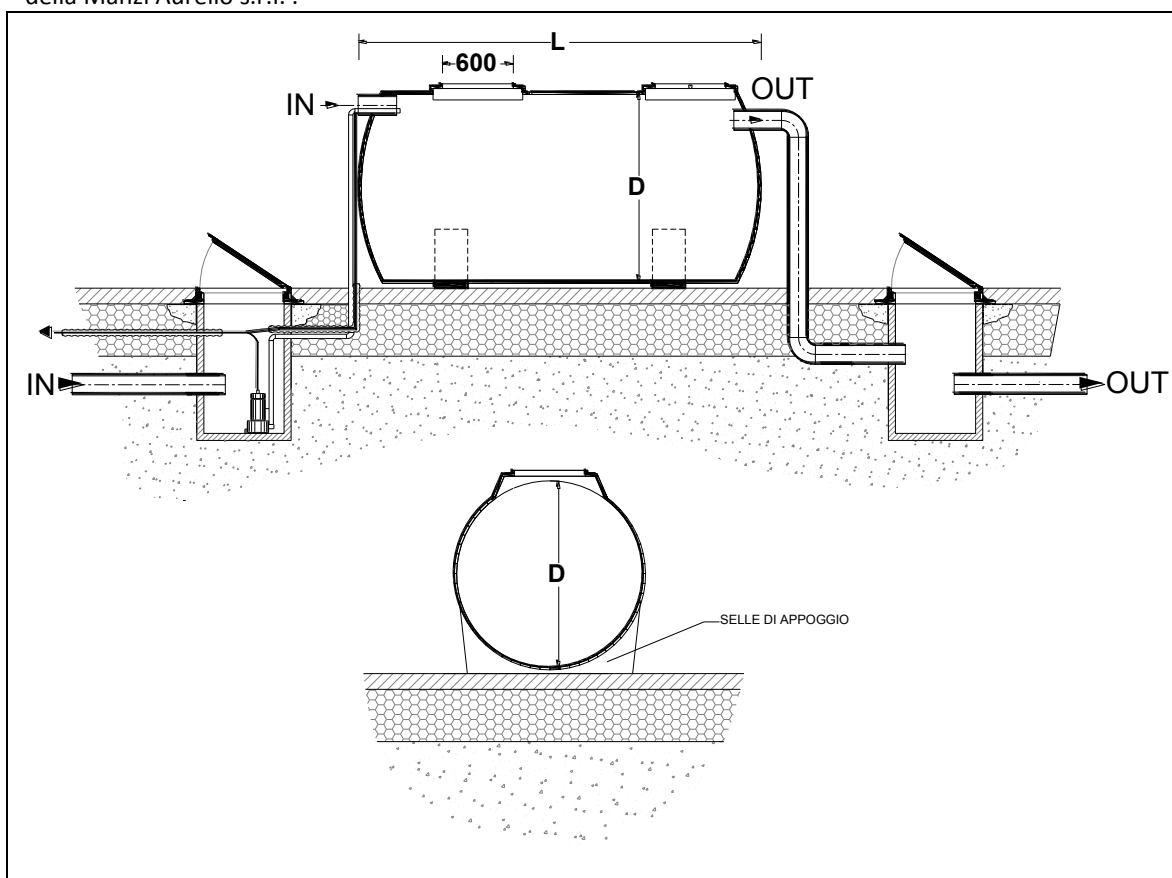

Figura 15 Installazione Fuori Terra
- Aggiungere poi ulteriore zavorra per affondare ulteriormente il manufatto (vedere figura 15).